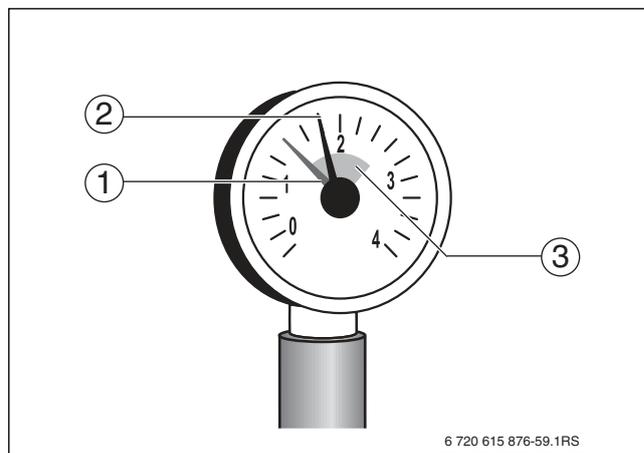

Рис. 10 Манометр для закрытых установок
- ▶ Если давление упадёт из-за удаления воздуха, то нужно добавить воду (см. положение красной стрелки на манометре → рис. 10, стр. 12).